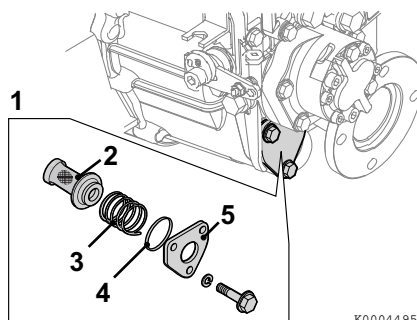

Abbildung 3
- (a) Seitenverkleidung entfernen (**Abbildung 3, (5)**) und Filter entfernen (**Abbildung 3, (2)**).
- (c) Den Filter mit der Spiralfeder in Position halten (**Abbildung 3, (3)**) und in das Gehäuse einsetzen. Einen neuen O-Ring (**Abbildung 3, (4)**) in die Seitenverkleidung einsetzen.